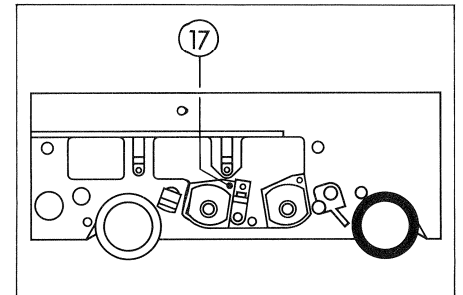

Fig. 5.16
5. Die beiden Ausgangspegel des Gerätes auf identische Amplitude vorabgleichen (Regler TREBEL/FAST (9) / (29) an den Einschüben RECORD AMP)  $\leq 0,5$  dB.
6. Aufnahmekopf mit Spaltjustierschraube (17) Fig. 5.16 auf Pegelmaximum am Ausgang einstellen.